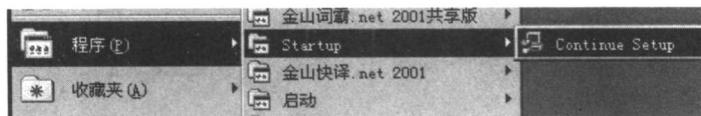

图 1-6 安装程序重新启动
(1) 执行 Windows 中的开始→程序→Startup→Continue Setup 命令，如图 1-6 所示，安装程序重新启动。